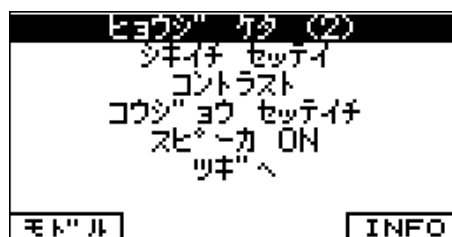

図 2.13-1 設定画面 1
1. 設定画面 1(図 2.13-1 参照)で、「シキイチ セッテイ」を選択し、FUNCTION キーを押します。しきい値設定画面が表示されます。
1. 設定画面 1 (図 2.13-1 参照) で、「シキイチ セッテイ」を選択し、FUNCTION キーを押します。しきい値設定画面(図 2.13.2-1 参照)が表示されます。
9. 「モドル」キーを押して、設定画面 1(図 2.13-1 参照)に戻ります。